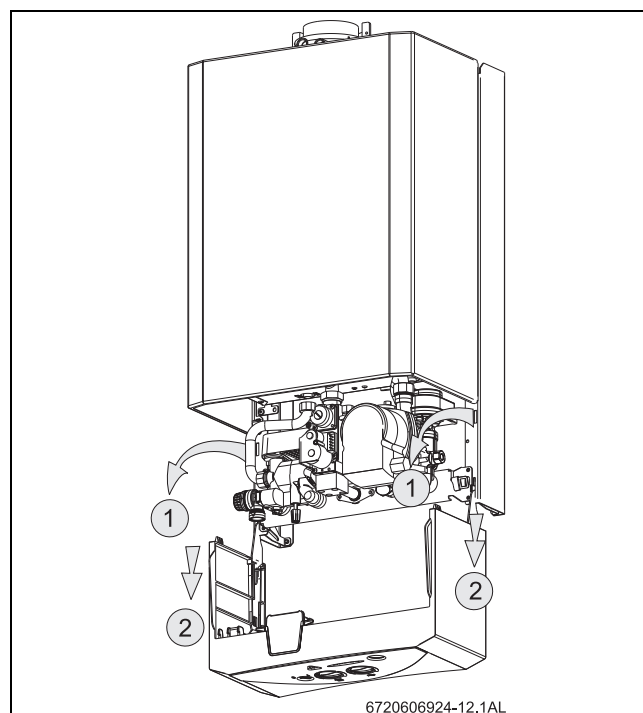

Fig. 10 Position de service
- Afin de pouvoir enlever complètement le tableau électrique, suivre les indications de la Fig. 10 puis le soulever et le sortir.